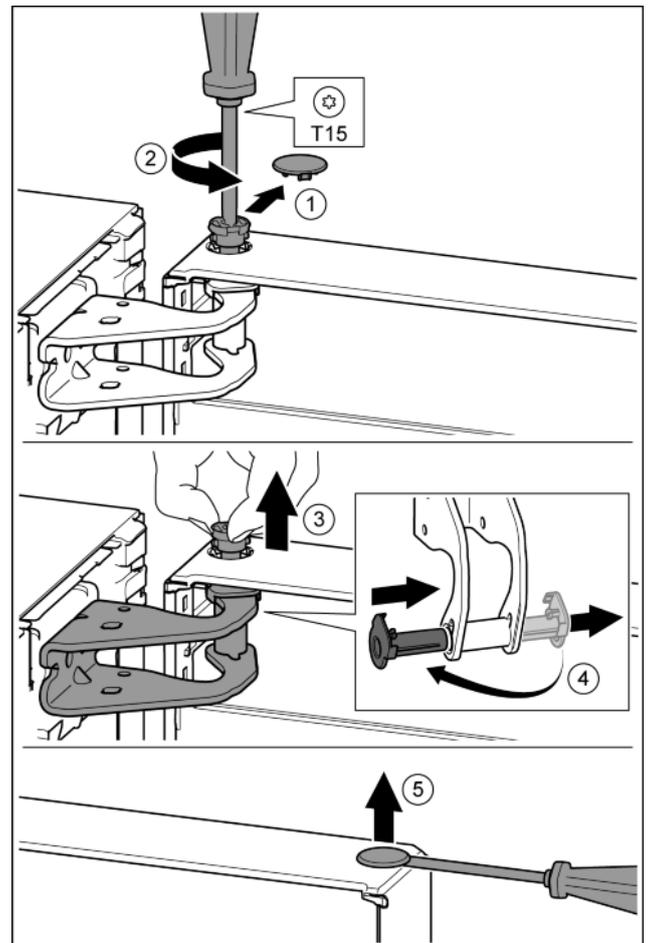

Fig. 10*
- Sicherungsabdeckung vorsichtig abziehen. Fig. 10 (1)
- Bolzen mit Schraubendreher T15 ein Stück herausdrehen. Fig. 10 (2)
- Tür festhalten und Bolzen mit den Fingern herausziehen. Fig. 10 (3)
- Lagerbuchse aus Führung ziehen. Von der anderen Seite einsetzen und einrasten. Fig. 10 (4)
- Stopfen aus der Tür Lagerbuchse vorsichtig mit einem Schlitzschraubendreher anheben und herausziehen. Fig. 10 (5)